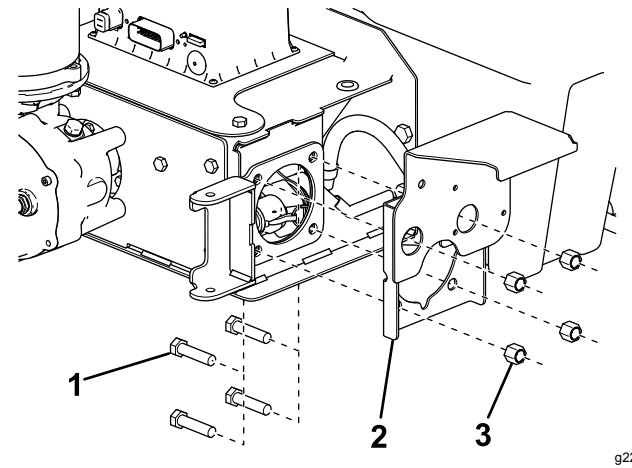

**Figura 17**
7. Retire y deseche los 4 pernos y tuercas que sujetan la placa de cierre derecho del conjunto de disco distribuidor y la cubierta del cojinete al conjunto de la cadena de rodillos (Figura 17).